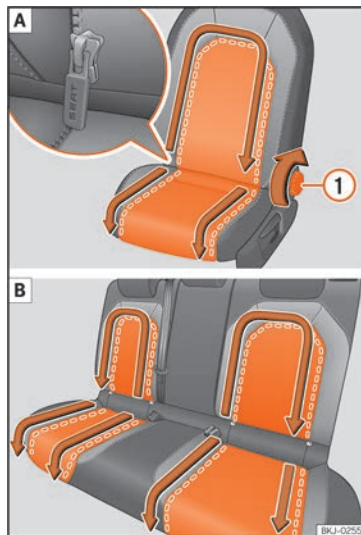

Fig. 153 Rimuovere i coprisedili estraibili. [A] Sedile anteriore sinistro; [B] Sedili posteriori
- Inclinare lo schienale all'indietro, finché il tirretto della cerniera non sarà completamente accessibile »» fig. 153 ①¹⁾.
- Far scorrere i tirretti della cerniera nella direzione delle frecce »» fig. 153. La fodera intercambiabile resta libera.
- Far scorrere i tirretti della cerniera in direzione opposta a quella delle frecce »» fig. 153.